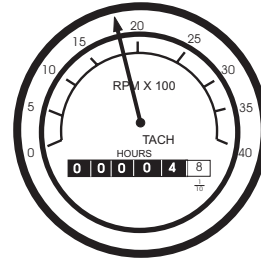

Figure 34. Jauge du tachymètre du moteur
9. La **jauge du tachymètre** (Figure 34) indique la vitesse du moteur lorsque la génératrice est en marche. Dans des conditions normales, cette vitesse est d'environ 1800 tr/min.